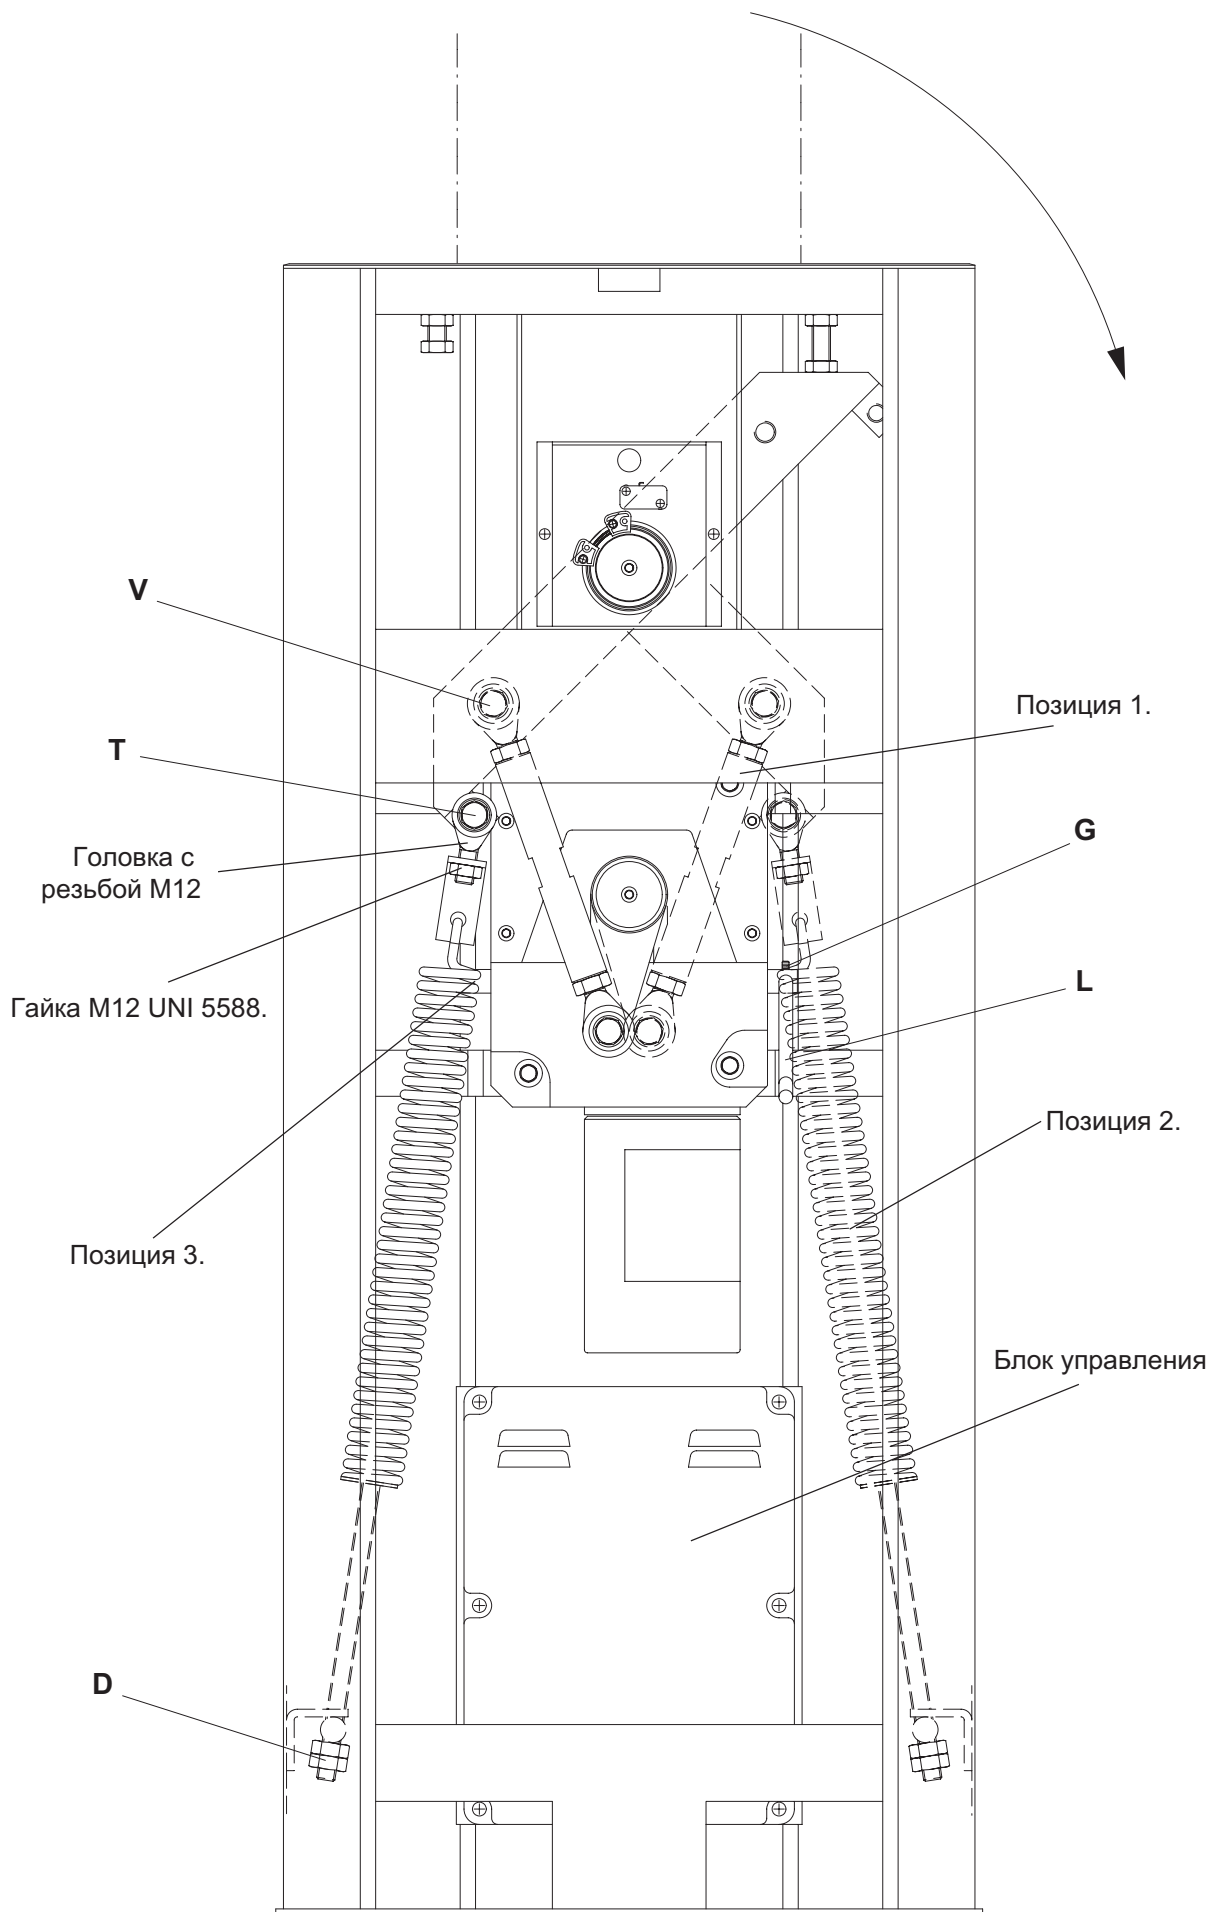

Рис. 1
5.2 На рис. 1 представлен правый шлагбаум, чтобы изменить на левый: